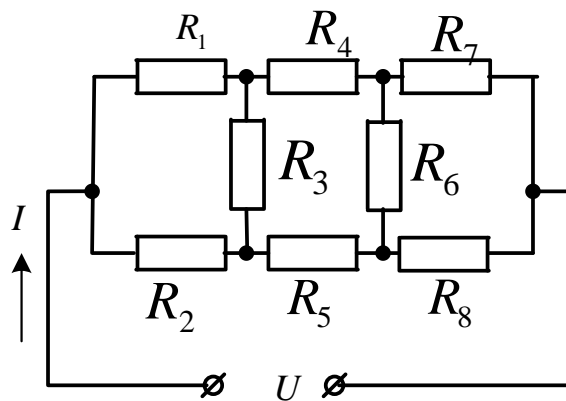

Рисунок 10
**Задача 5.** Определить эквивалентное сопротивление цепи (рис.10) и ток на входе, если  $U=114\text{В}$ ;  $R_1=R_7=30\text{Ом}$ ;  $R_2=R_3=10\text{Ом}$ ;  $R_4=R_8=26\text{Ом}$ ;  $R_5=11\text{Ом}$ ;  $R_6=10\text{Ом}$